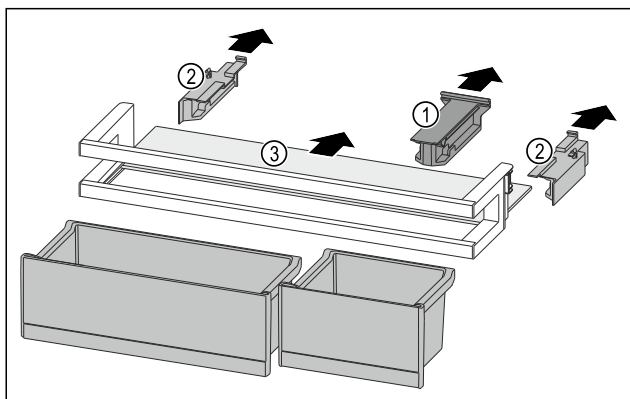

Fig. 110
- Halteteil Fig. 110 (1) abziehen.
- Seitenteile Fig. 110 (2) abziehen.
- Abstellfläche Fig. 110 (3) entnehmen.